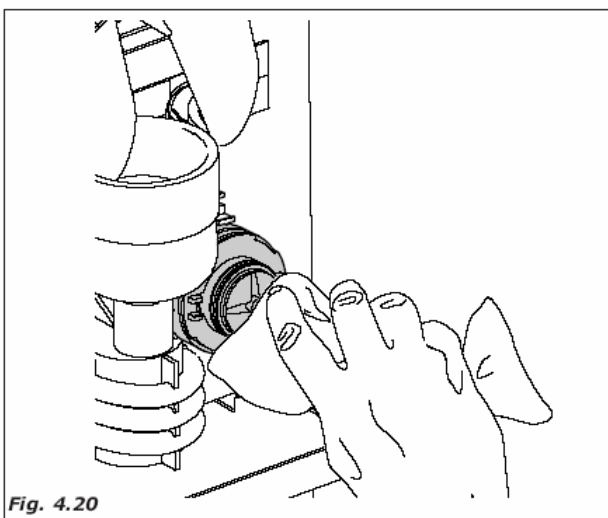

Fig. 4.20
- Губкой, смоченной в моющем растворе, протрите основание миксера (Рис. 4.20).